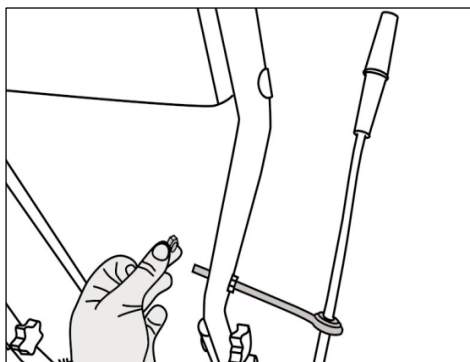

Рис. 16
13. Установите заднюю часть рычага на рукоятку управления и зафиксируйте ее (рис. 16).